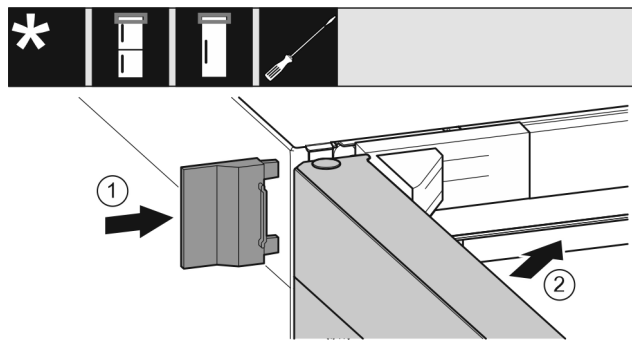

Fig. 23
- ▶ Coloque por deslizamiento la cubierta exterior Fig. 23 (1).
- ▶ Cierre la puerta superior Fig. 23 (2).